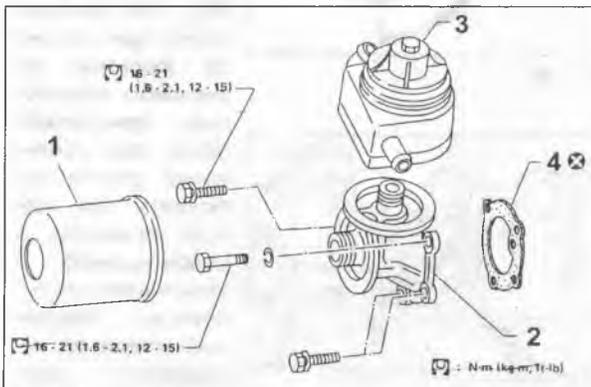

Рис. 95
Для очистки масла в системе предусмотрены два фильтра: фильтр маслоприемника в виде сетки для грубой очистки масла и фильтр тонкой очистки масла (1), устанавливаемый на одном кронштейне (2) вместе с масляным радиатором (3) (Рис. 95). Фильтр грубой очистки необходимо прочищать в процессе эксплуатации при замене масла в картере двигателя с обязательной промывкой. Фильтр тонкой очистки полнопоточный (через него проходит все масло, поступающее в главную масляную магистраль в блоке цилиндров). В кронштейне крепления топливного фильтра встроены перепускной клапан, который при засорении фильтра тонкой очистки открывается и пропускает в магистраль неочищенное масло. Фильтр тонкой очистки заменяется с определенной периодичностью в зависимости от условий эксплуатации и используемого масла. Для замены фильтра тонкой очистки его следует снять с по-